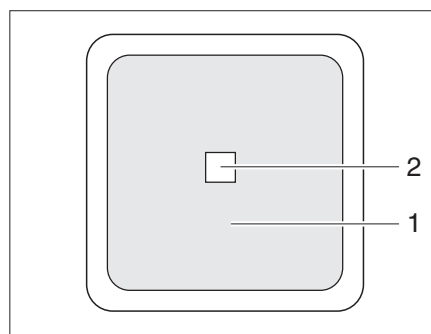

Fig. 259 Interruttore esterno
- II "Remo." = l'apparecchio può essere attivato e disattivato con l'interruttore esterno (Fig. 259,1).
L'interruttore esterno dell'invertitore (Fig. 259) si trova nell'abitacolo del veicolo o nel garage. L'interruttore reca la scritta "Invertitore". Il LED (Fig. 259,2) segnala lo stato di funzionamento dell'invertitore.